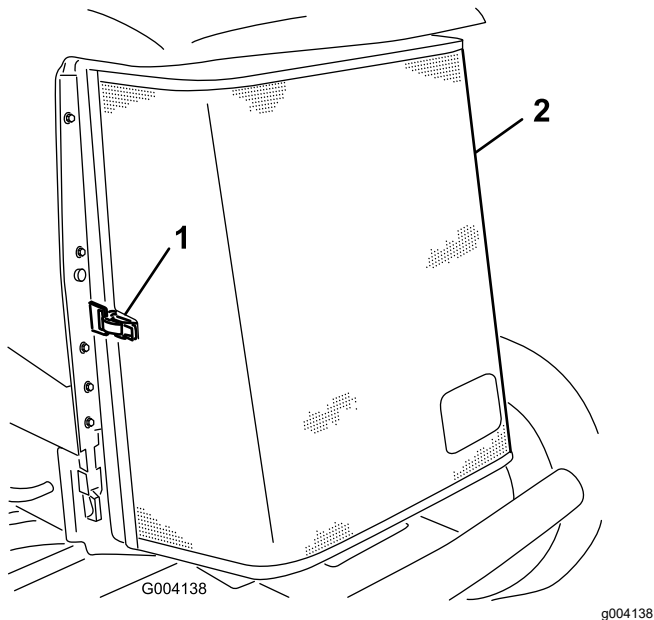

Figura 140
5. Deblocați ecranul spate și deschideți-l prin pivotare (Figura 140).